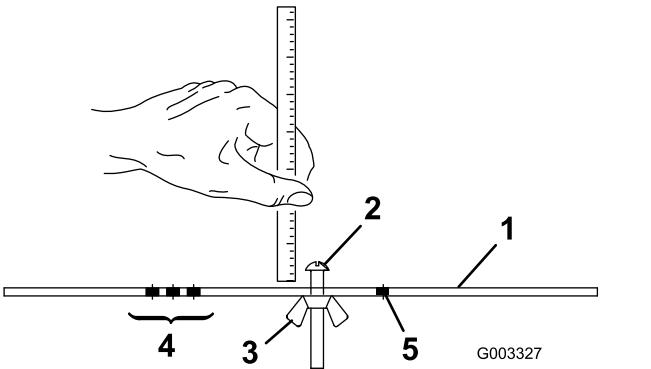

Bild 16
2. Lösen Sie die Mutter an der Messleiste (**Bild 16**) und stellen die Stellschraube auf die gewünschte Schnithöhe ein.